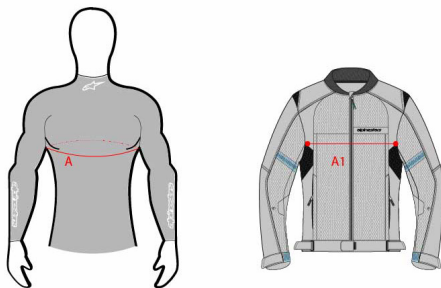

Figure 22 : Références pour les emplacements du tour de poitrine (A) et de la largeur de poitrine du vêtement (A1)
AVERTISSEMENT ! Le Tech-Air[®] Off-Road doit être porté avec tout vêtement extérieur répondant aux critères suivants : mesurer le tour de poitrine (A) et la largeur du vêtement au niveau de la poitrine (A1). Le vêtement est compatible avec le système Tech-Air[®] Off-Road si $A1$ est supérieur à A divisé par 2 plus 12 cm ($A1 > 0,5 \times A + 16$ cm ou $A1 > 0,5 \times A + 6,30$ in) (voir figure 22 ci-dessous).